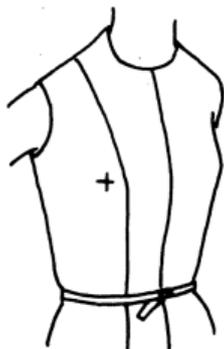

Рис. 59
15. Плохо выполненная подгонка лифа (рис. 59).
— Для исправления этого недостатка укажите необходимые изменения на лифе (см. крестик на рис. 59), затем скорректируйте лекало, как показано на рис. 60.